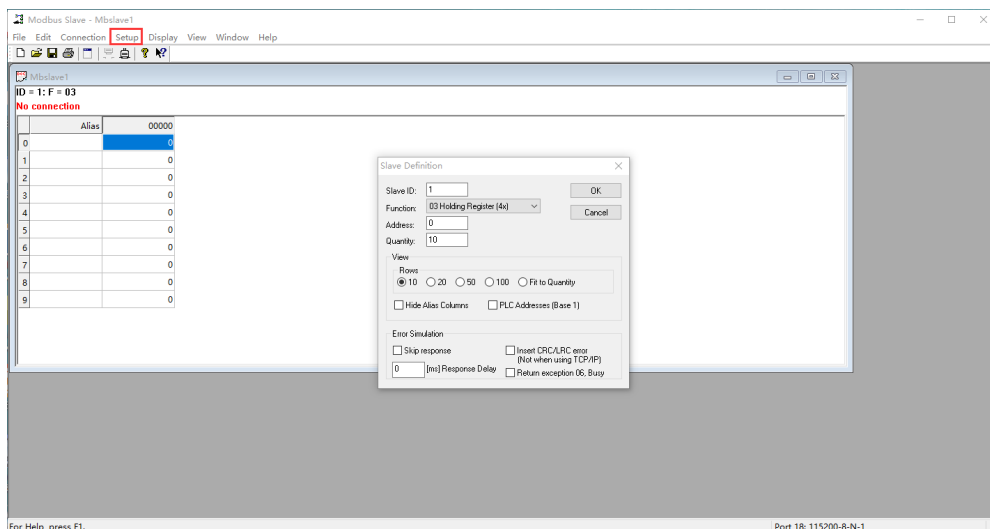

图 6-32 从机软件 MODBUS 协议设置
(5)打开“Modbus Slave”工具，MODBUS 协议设置与“Modbus Poll”相同，选择功能码 3，如图 6-32 所示。